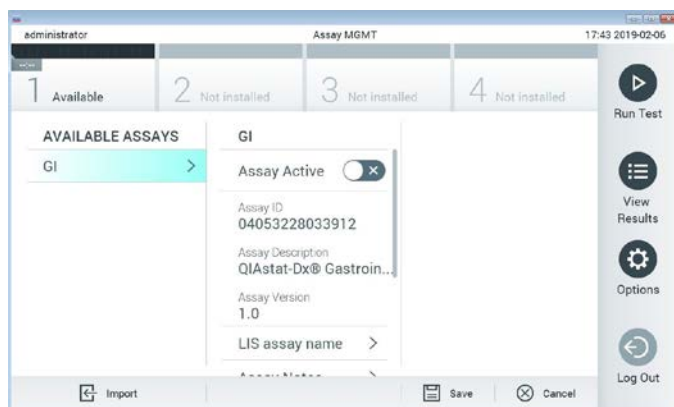

Figura 23. Ecranul Assay management (Gestionarea testelor).
2. Apăsați butonul **Options** (Opțiuni), apoi selectați **Assay Management** (Gestionarea testelor). Ecranul Assay Management (Gestionarea testelor) apare în zona de conținut a afișajului (Figura 23, pagina următoare).